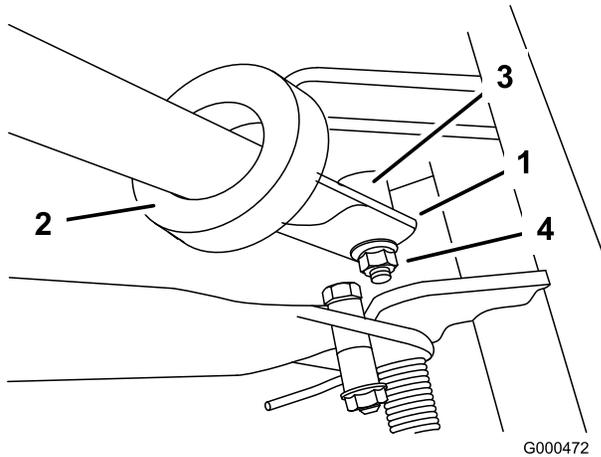

Figura 5
2. Introduzca los extremos del manillar por las ranuras de los brazos de soporte del manillar (Figura 5).
3. Apriete las secciones inferiores hacia dentro e instálaslas sobre el talón del bulón (Figura 5).
4. Fije el manillar al perno y al bulón con la contratuerca de arandela prensada (Figura 5).